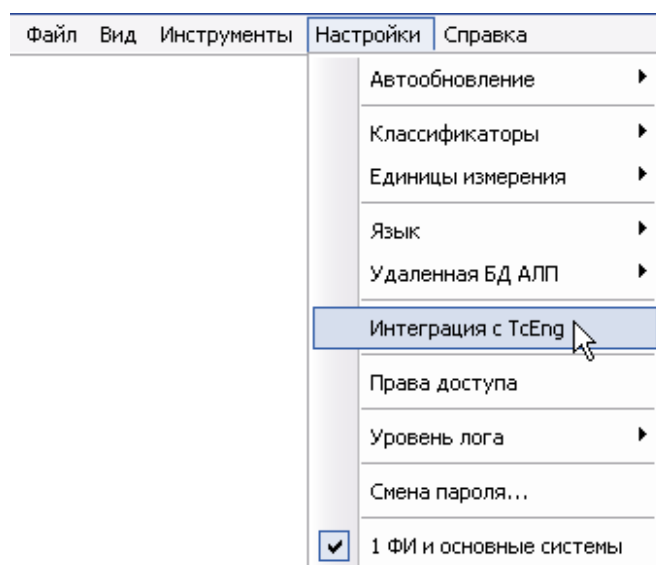

Рис. 17-1
2. В программе LSS включить режим интеграции с TcEng (рис. 17-1).
После первоначального импорта данных LSS в TcEng пользователи могут продолжать работать в двух системах. Поэтому администратор в программе LSS должен настроить ограничение редактирования определенных атрибутов проекта АЛП по системе, значения которых будут импортироваться из TcEng. Для этого в главном меню программы необходимо выбрать **Настройки** → **Интеграция с TcEng** (рис. 17-1). Информация о включенном режиме интеграции с TcEng выводится в строке состояния.